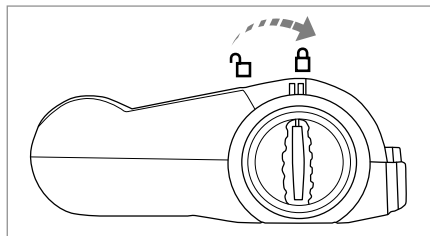

Fig. 9
- 4) Éliminez les saletés (des deux côtés des poils) et nettoyez le rouleau brosse ⑮. Prenez pour cela un chiffon humide et essuyez de l'intérieur vers l'extérieur chaque paquet de poils. Coupez les cheveux ou filaments longs avec une paire de ciseaux et retirez-les ensuite des poils.
- 5) Insérez le Rouleau brosse ⑮ dans la Buse de sol ⑮ et tournez le Dispositif de déverrouillage du rouleau brosse ⑰ en direction du symbole  (fermé) (fig. 9).